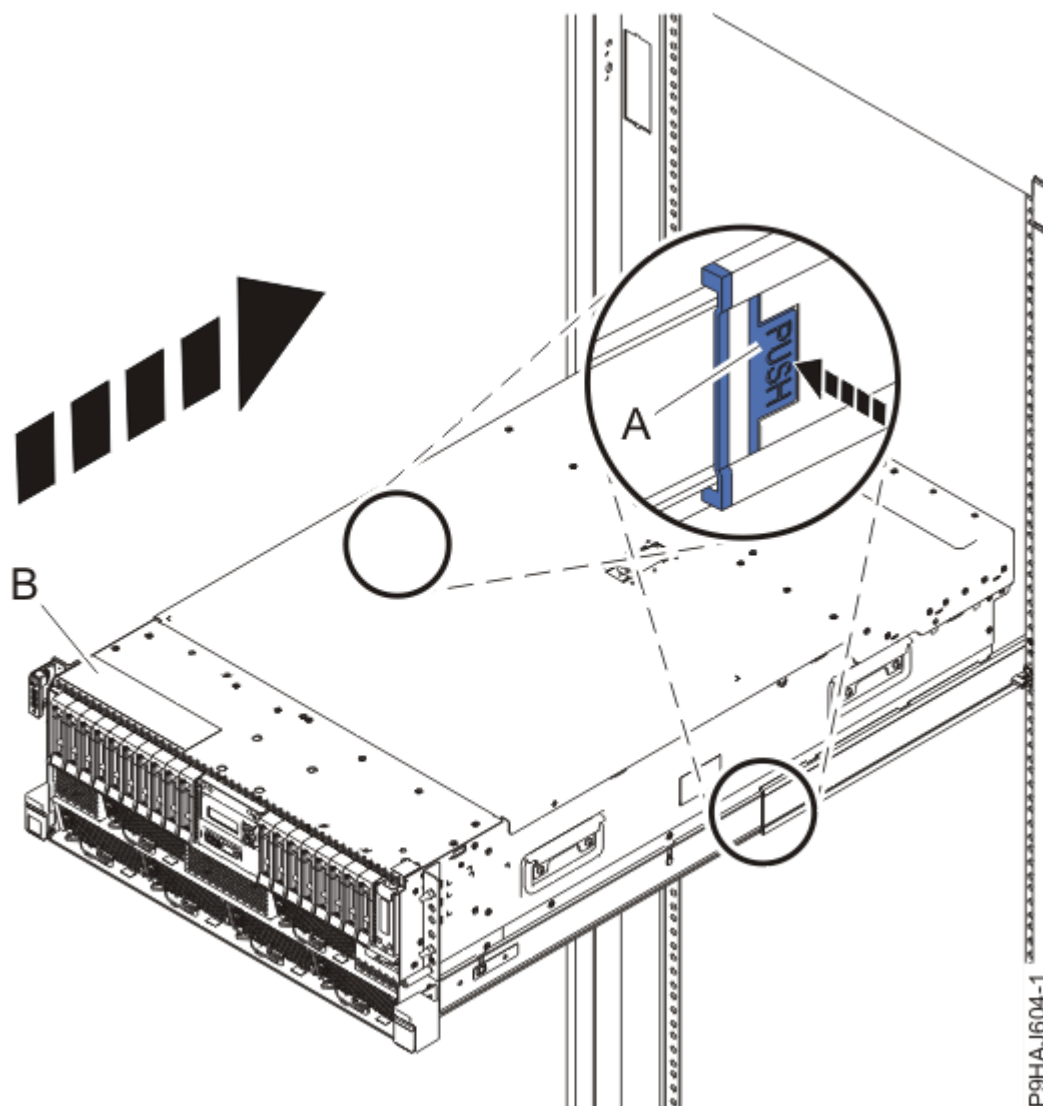

Figura 117. Colocación del sistema en la posición operativa
3. Para un sistema montado en bastidor, desbloquee los pestillos de seguridad de color azul de los rieles **(A)**, tal como se muestra en la Figura 117 en la página 132 presionándolos hacia dentro.